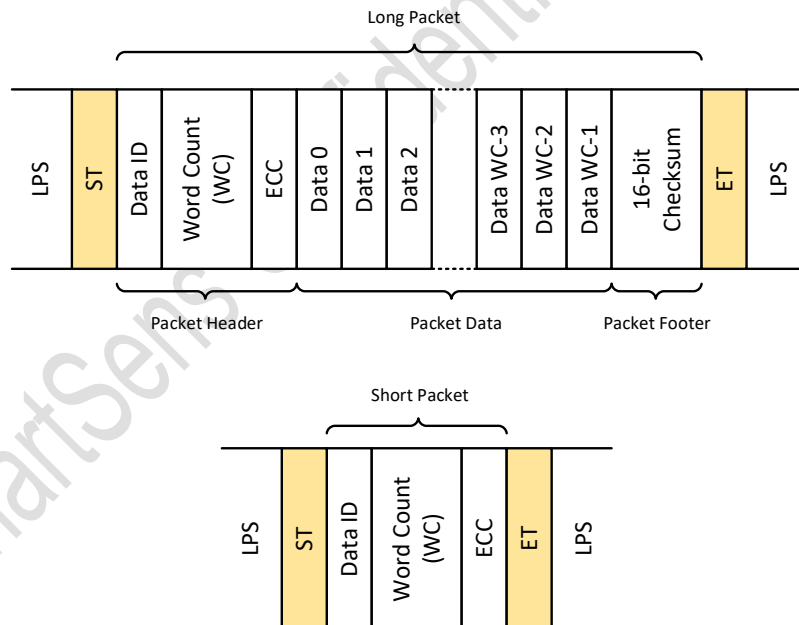
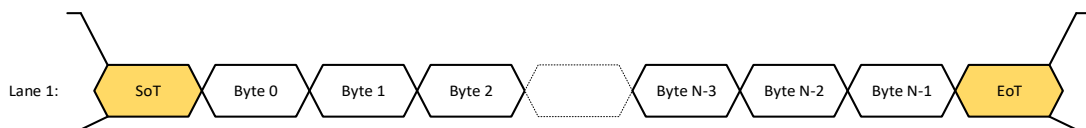
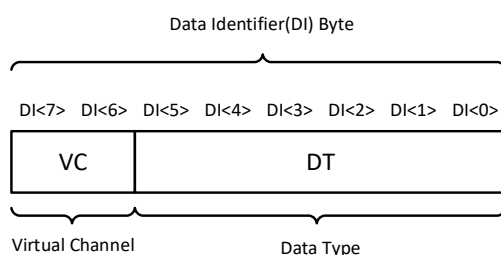

图 1-10 MIPI 长/短数据包结构示意图
图 1-11 MIPI 1/2lane 模式数据包传输示意图
图 1-12 MIPI 数据包 DI 结构
图 1-10 展示了 MIPI 长、短数据包结构示意图。其中数据标识 DI(Data Identifier)用来区分不同的数据包类型。图 1-11 展示了 MIPI 工作在 1lane 和 2lane 模式下的数据包传输示意图。图 1-12 中，DI 包括两部分，分别是虚拟通道 (VC) 和数据类型 (DT)。默认情况下，Sensor 给出的 MIPI 数据 VC 值都是 0，而 DT 值如图 1-12 所示。